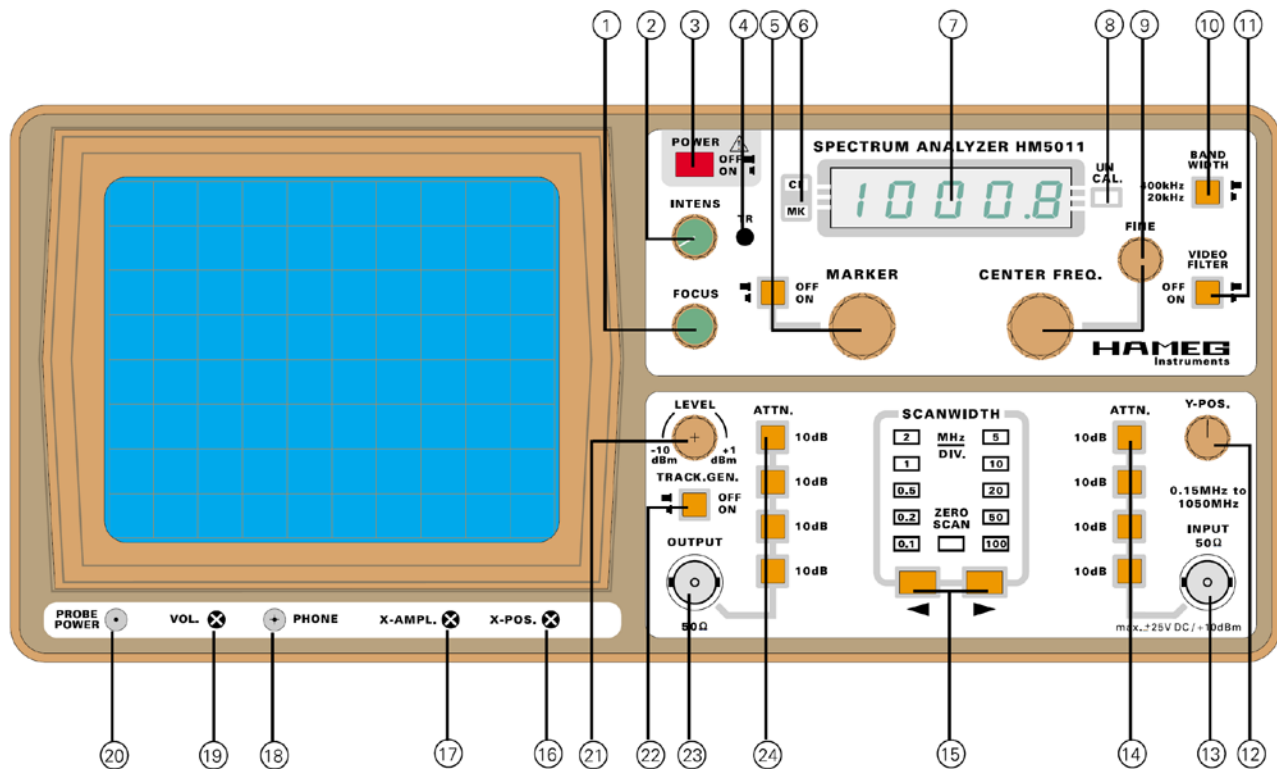

Figura 2. Panel frontal de un analizador de espectros
Vas a dedicar unos minutos, al inicio de la práctica, a aprender la utilización del analizador de espectros. Para ello vas a realizar algunas operaciones sencillas que consistirán, esencialmente, en medir potencia y frecuencia. La Figura 2 enseña una representación del panel frontal de un analizador de espectros igual a los disponibles en el laboratorio.
El eje x del analizador de espectros representa la frecuencia. Puedes cambiar la escala utilizando los botones que hay a derecha e izquierda del cuadro señalado como (15) en la Figura 2. Un LED indicará la escala seleccionada de manera que cada división grande en el eje horizontal se corresponderá con un intervalo de frecuencia que puede oscilar entre 50 kHz y 50 MHz.
1. Pulsando el botón (5) – haciendo que esté en posición ON – aparece un marcador vertical en la pantalla del analizador que puede ser desplazado a lo largo del eje x usando para ello el potenciómetro marcado también como (5) en la Figura 2. En esta situación, la frecuencia que aparece en la pantalla digital del analizador (medida en MHz) corresponde a la posición del marcador.
2. Si el botón (5) se encuentra en la posición OFF, no aparece marcador en la pantalla y lectura de la pantalla digital del analizador enseña la frecuencia correspondiente al eje central de la pantalla. Usando los potenciómetros marcados como (9) en la Figura 2 es posible desplazar la señal a derecha e izquierda en la pantalla del analizador y poder medir así frecuencias.